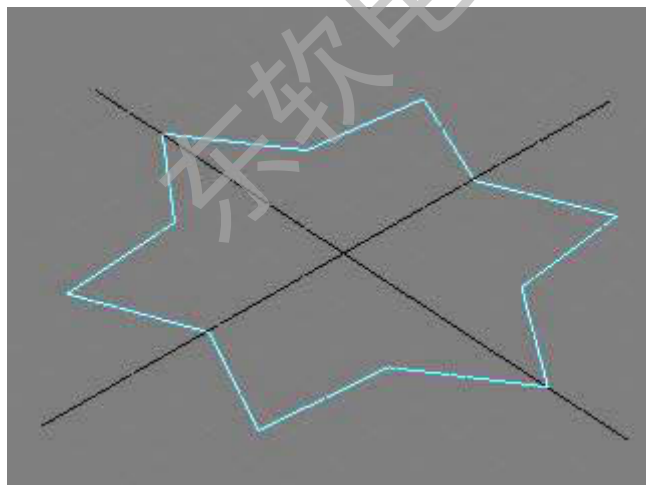

图 2-46 拾取剖面
Step 2. 创建星形, 进入  修改面板, 在修改列表中添加倒角剖面修改器, 点击“拾取剖面”按钮, 将绘制好的倒角进行拾取, 如图 2-46 示。